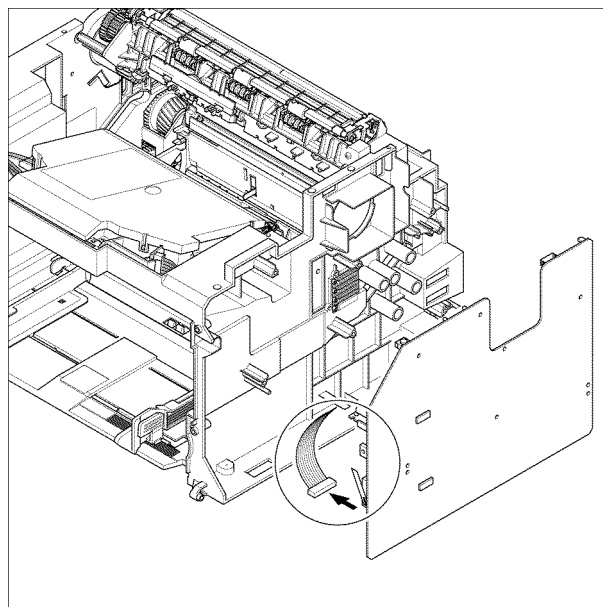

Рисунок 2
6. Отсоедините CN 1 и CN 3, затем снимите HVPS, рисунок 2.